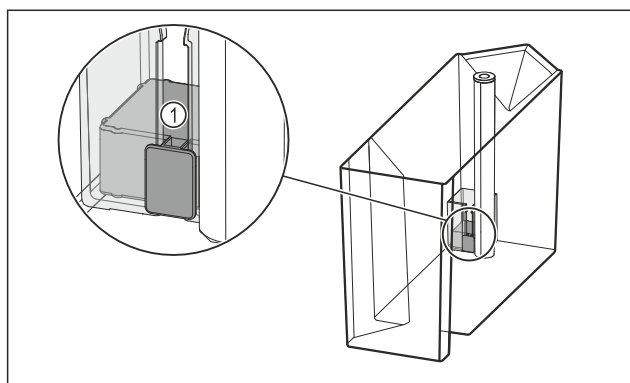

Fig. 165
- ▶ Patikrinkite, ar plūdė Fig. 165 (1) nejstrigusi.